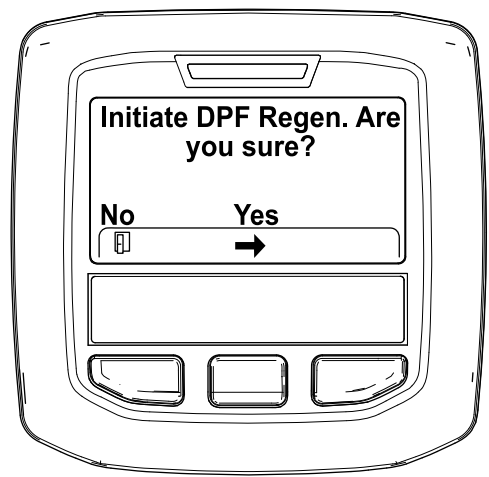

Figura 47
- Cuando aparezca el mensaje "Initiate DPF Regen. Are you sure?" (Iniciar regeneración de DPF, ¿está seguro), pulse el botón central (Figura 47).